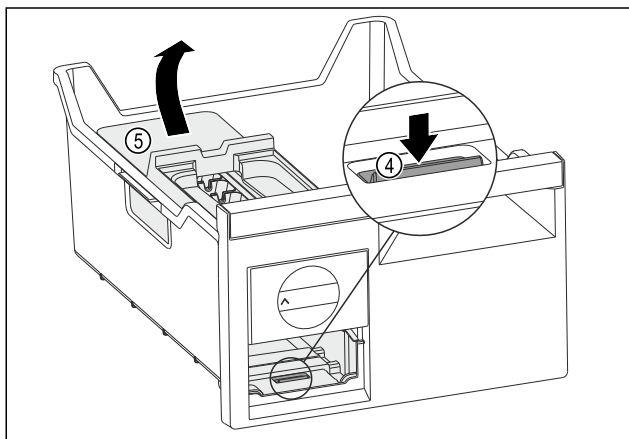

Fig. 121
- ▶ Извлеките корпус EasyTwist-Ice: Надавите пальцем вниз на накладку Fig. 121 (4) и одновременно другой рукой поднимите корпус EasyTwist-Ice Fig. 121 (5) сзади.